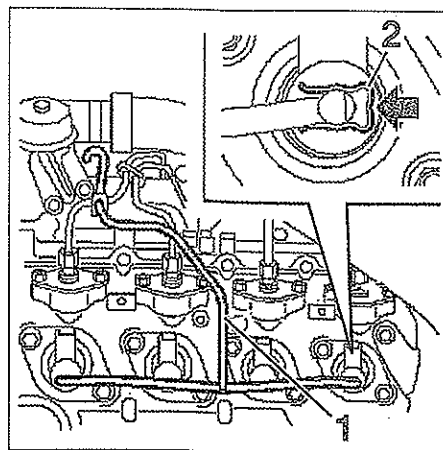

FIG. 26
- Desconectar las tuberías de retorno de pérdida (1) de los inyectores empujando las grapas (2) sin desmontarlas (fig. 26).
- Desconectar los retornos de combustible de los inyectores apretando en los clips (2) (fig. 26).